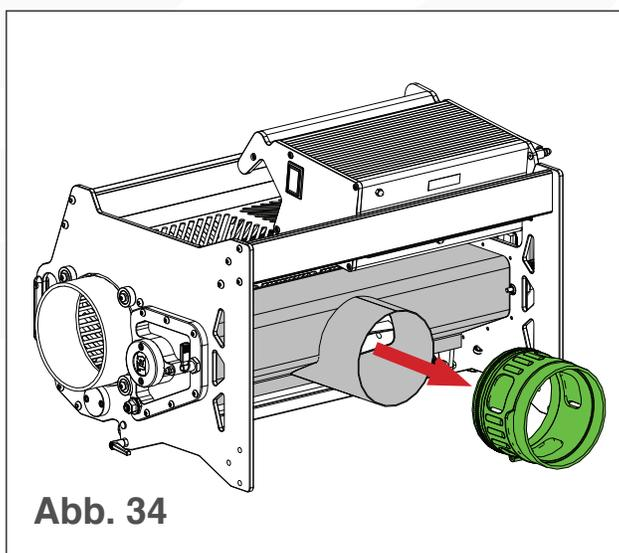

Abb. 34
- vi. Ziehen Sie die Kupplung von der Saugerrabdeckung ab (siehe Abb. 34).